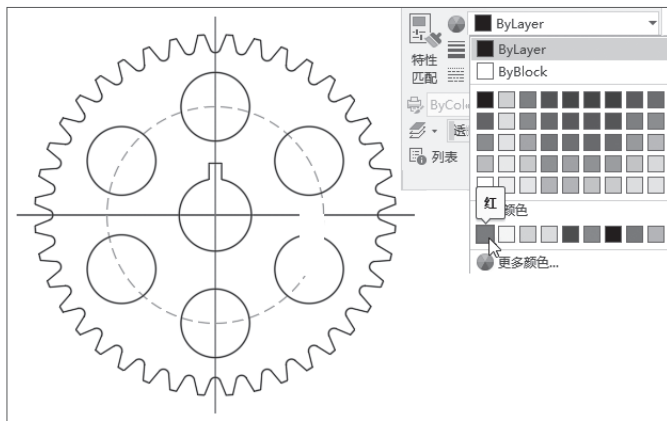

图 2-47
**步骤 02** 选择其中一条中心线，在“特性”选项组中单击“对象颜色”下拉按钮，在打开的颜色列表中选择红色，如图2-47所示。